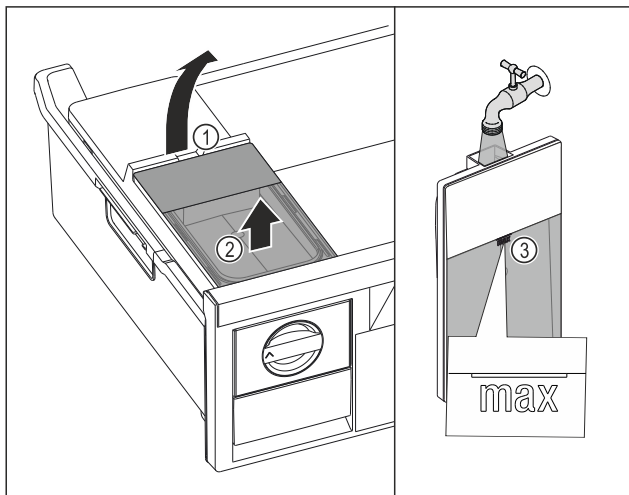

Fig. 129
- Watertank aan de uitsparing Fig. 129 (1) optillen.
- Watertank naar boven toe verwijderen. Fig. 129 (2)
- Watertank tot de markering Fig. 129 (3) vullen met drinkwater.